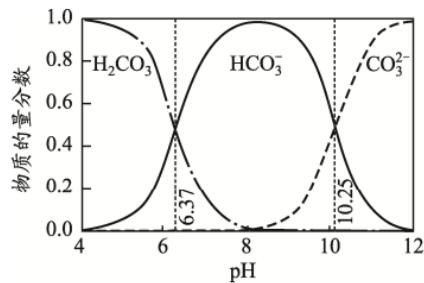

图1
已知：①图1中曲线表示Na₂CO₃体系中各含碳粒子的物质的量分数与pH的关系。
②图2中曲线I的离子浓度关系符合c(Mg²⁺)·c²(OH⁻)=K_{sp}[Mg(OH)₂]；曲线II的离子浓度关系符合c(Mg²⁺)·c(CO₃²⁻)=K_{sp}(MgCO₃) [注：起始c(Na₂CO₃)=0.1 mol·L⁻¹，不同pH下c(CO₃²⁻)由图1得到]。
- A. 由图1，pH=10.25，c(HCO₃⁻)=c(CO₃²⁻)